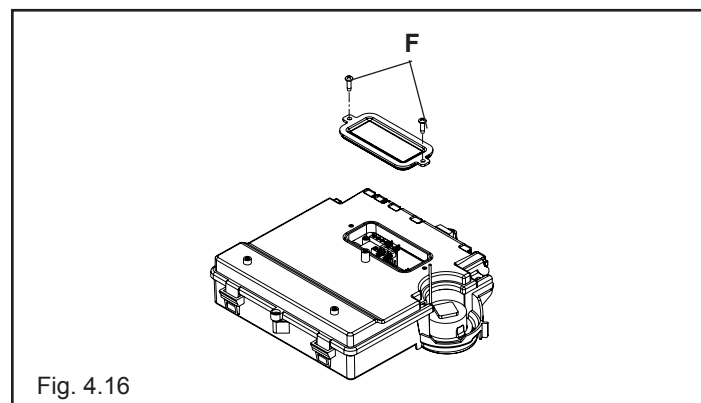

Fig. 4.16
- svitare le viti (F) - fig 4.16 - per rimuovere il coperchietto morsettiera (230V)